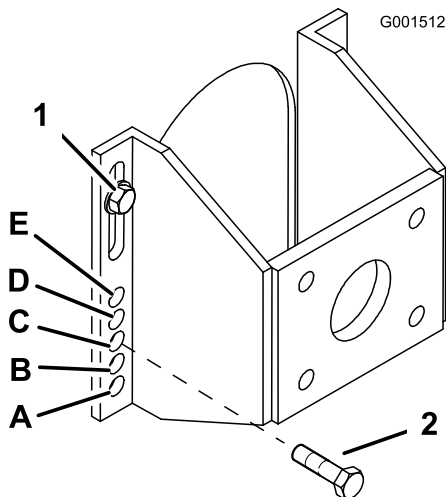

Bild 16
- Lösen Sie die zwei oberen Achsenschrauben (nicht abnehmen) (Bild 16).
- Nehmen Sie die zwei unteren Achsenschrauben ab (Bild 16).
- Heben Sie die Befestigungshalterung an oder senken sie ab, sodass Sie die zwei Achseneinstellschrauben in das gewünschte Loch setzen können (Bild 16).